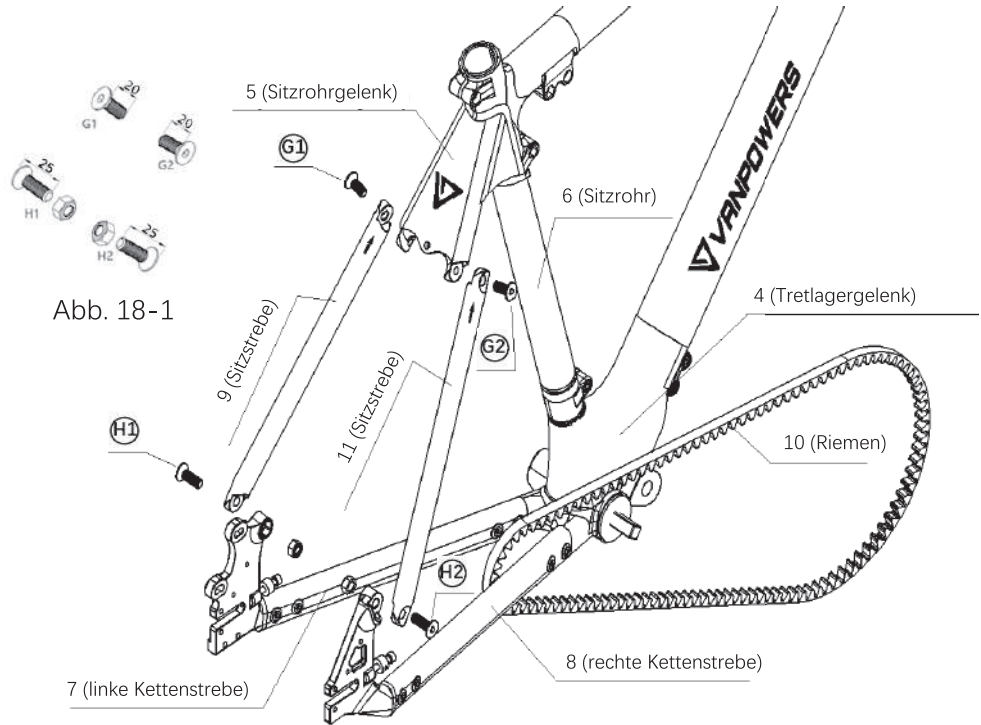

Abb. 18-2
b. Montieren Sie Teil 9 und Teil 11, wie in Abb. 18-2 gezeigt. Bringen Sie G1, G2 und H1, H2 wieder in ihre ursprüngliche Position, wie in Abb. 18-2 gezeigt. Ziehen Sie die Schrauben noch nicht fest, nur soweit, dass sie nicht herunterfallen.